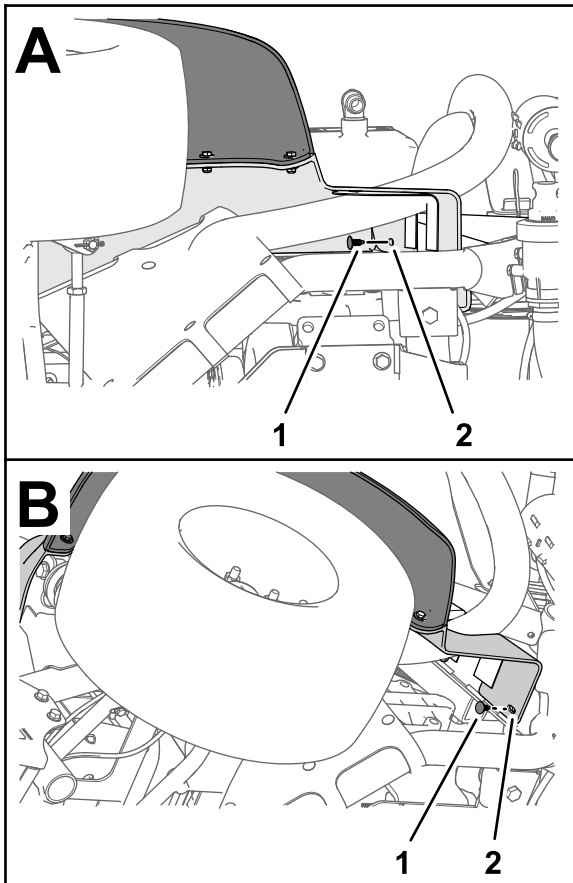

Figura 10
1. Retire las 2 grapas que sujetan el guardabarros delantero izquierdo al perfil inferior del ROPS (Figura 10).